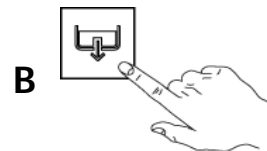

Abb.42
- 2- Drücken Sie "B", um das Entladen Wasser beginnen und warten auf die vollständige Entleerung des Tanks. (Abb.42)